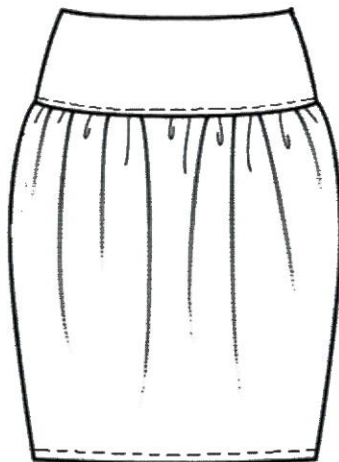

Рисунок 1 – Фрагмент юбки. Переднее полотнище на кокетке
Второй этап: Моделирование фрагмента заданной модели «**Переднее полотнище юбки на кокетке**» (стр. 7, рис. 1) в натуральную величину и изготовление лекал
Третий этап: Изготовление (пошив) образца фрагмента заданной модели (стр. 7, рис. 1) женской юбки.
1) *Внешний вид фрагмента заданного изделия должен полностью соответствовать техническому рисунку модели и художественно-техническому описанию (стр. 3, табл.1) и рисунку фрагмента(стр. 7, рис. 1).*